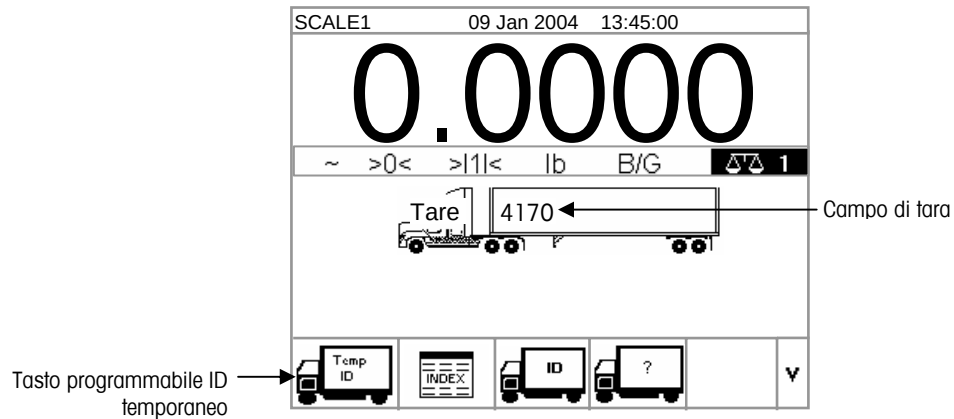

Figura 2-9: Schermata di pesa predefinita
1. Dalla schermata predefinita di pesa (figura 2-9), utilizzare il tastierino numerico per inserire il valore della tara nell'apposito campo PRIMA di premere il soffkey TEMPORARY ID (ID TEMPORANEO).